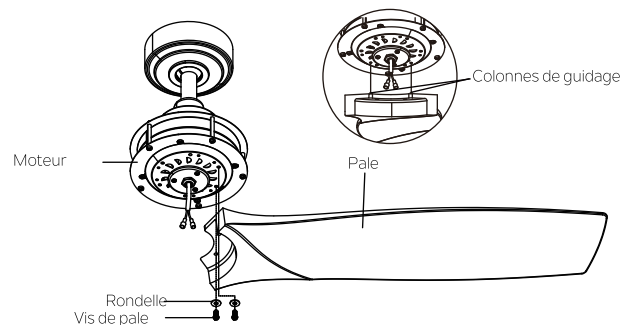

Fig. 17
**Étape 1.** Fixez sans serrer la pale au moteur avec les rondelles et les vis que vous trouverez dans le sac de matériel pour la fixation des pales. Serrez ensuite pour fixer une fois que deux vis sont installées. (Fig.17)
**REMARQUE:** Les colonnes de guidage sont installées sur la pale pour faciliter l'alignement de la pale avec le moteur. (Fig.17)